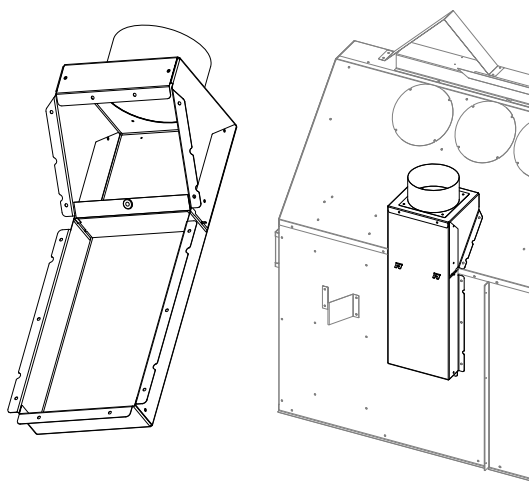

Figure 2.12 - Installation de la chute d'air
8. Modèle de foyer CLW-ST: Il y a (2) ouvertures sur la chute d'air HTK-CWST, qui permettent d'installer un ou deux kits de transfert de chaleur de même type (intérieur seulement ou extérieur seulement). Si vous installez (1) kit, retirez (1) couvercle pour installer (1) collet. Si vous installez (2) kits, retirez (2) couvercles pour installer (2) collets.
9. Installez la chute d'air du kit de transfert de chaleur spécifique à votre foyer. Utilisez les vis à tôle fournies dans le kit pour installer la chute d'air au foyer. Voir les instructions fournies avec la chute d'air du HTK spécifique à votre modèle de foyer. Une fois la chute d'air installée, vérifiez que le registre (volet) appuie contre la paroi du boîtier du foyer lorsque le registre est en position de repos. Vérifiez que le registre pourra se déplacer librement lorsque le ventilateur démarre. Voir la FIGURE 2.12.
10. Installez le raccord fourni avec la chute d'air en utilisant (4) vis à tôle.